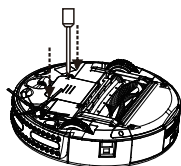

Figure 1
1. Отпустите винт с помощью отвертки, открыть основание. (См. рисунок 1)
1. Откройте крышку как на рис. 1.
1. Откройте крышку батарейного отсека, а затем замените батареи. (См. рисунок 1)